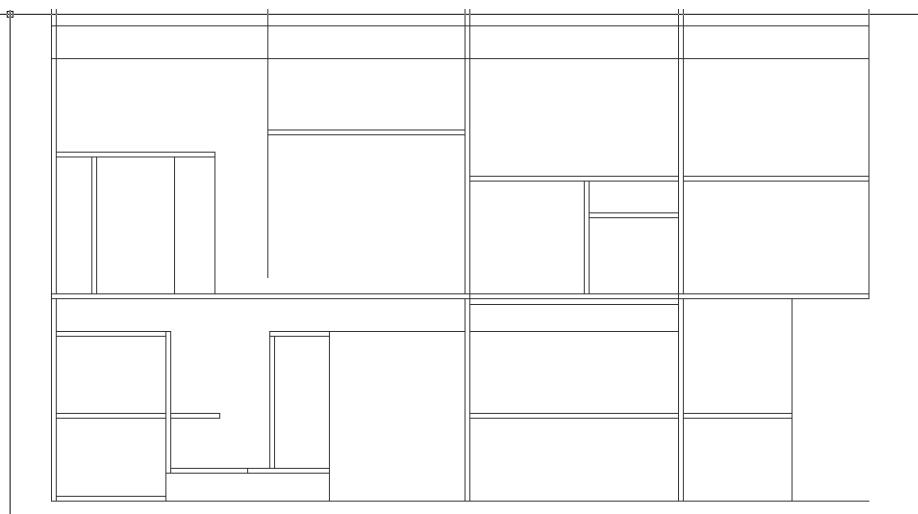

Рис. 8.17 ▼ Создание контура средней полки рабочего места старшеклассника
7. Сместите вниз на 18 мм горизонтальную линию, соответствующую высоте 1358 мм, а затем обрежьте обе полученные линии для формирования контура средней полки рабочего места старшеклассника (рис. 8.17).